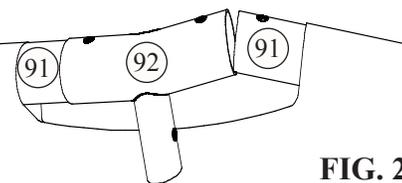

FIG. 2
3. À la dernière connexion, installez le dernier Raccord-Té sur l'extrémité d'une poutre. Soulevez les deux dernières Poutres pour former un angle entre elles qui facilitera l'introduction de leur extrémité dans le Raccord-Té en abaissant les deux poutres ensemble. Fig. 2. Cette opération peut nécessiter deux personnes. Maintenant commencez à placer les Goupilles (93) par le haut des Raccords-Té jusqu'à ce que chaque Goupille s'enclenche en place dans le Raccord-Té, comme dans Fig. 3.